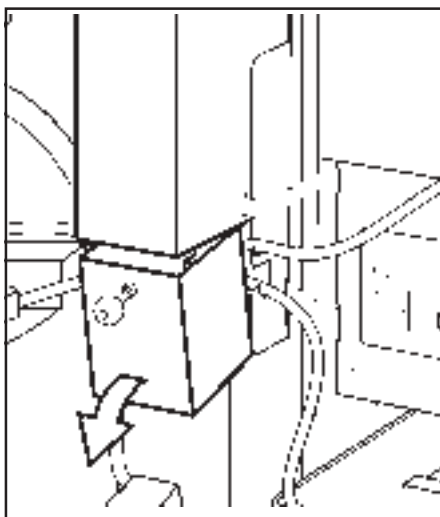

Fig. 15: Så här tar man ut myntlådan
2. Ta ut myntlådan med hjälp av nyckeln (se fig. 15).